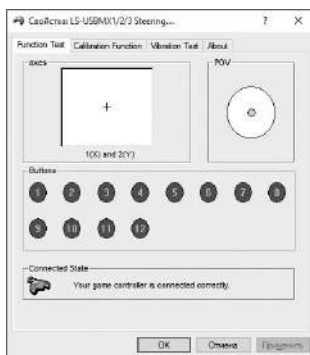

Рис. 9
• Для проверки и настройки в режиме «DirectInput» выберите «Свойства» в окне «Игровые устройства», при этом всплывет окно «Свойства: LS-USBMX1/2/3 Steering...». Во вкладке «Function Test» можно проверить исполнение команд при нажатии на кнопки и вращении руля, а также проверить корректность подключения руля к ПК в строке «Connected State» (рис. 9).